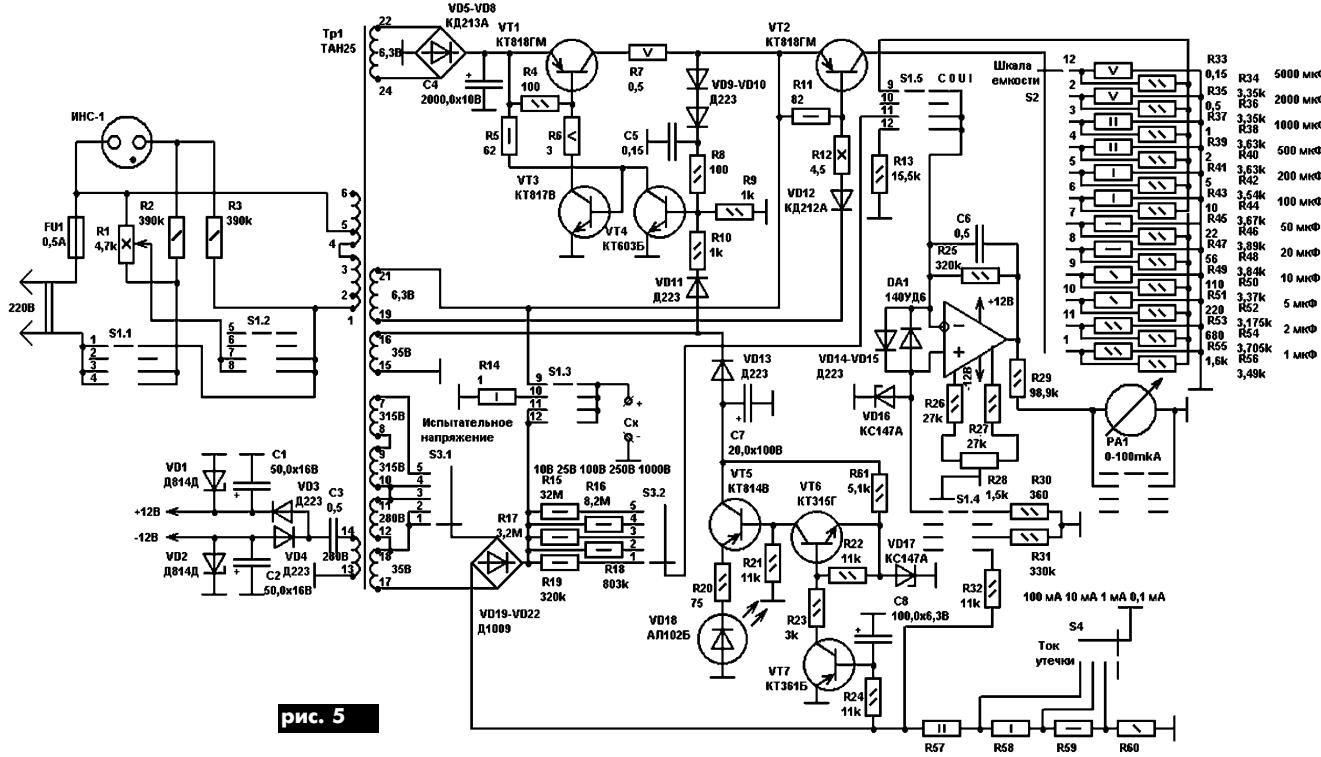

рис. 5
**"Прибор для измерения величины емкости и тока утечки электролитических конденсаторов"** (<http://shustikov.by.ru/konstruktion/capmeter/capmeter.html>) использует линейную зависимость запасенной в конденсаторе энергии от величины его емкости. Ключ на транзисторе VT1 (рис.5) заряжает измеряемый конденсатор до стабильного напряжения 2 В, а через ключ VT2 происходит измерение запасенной в нем энергии при разряде через шунты R33-R55. Процесс измерения происходит 50 раз в секунду.